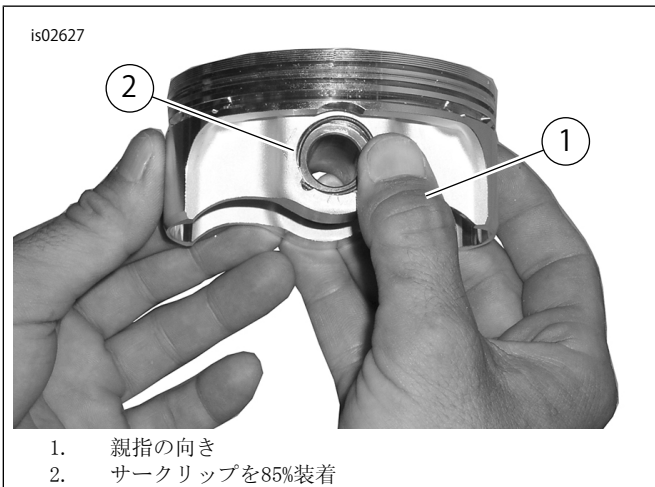

図4. サークリップの取り付け
2. 「図4」を参照してください。図のように親指(1)を置きます。サークリップ(2)の85%が溝にはまるまでしっかり押し込みます。